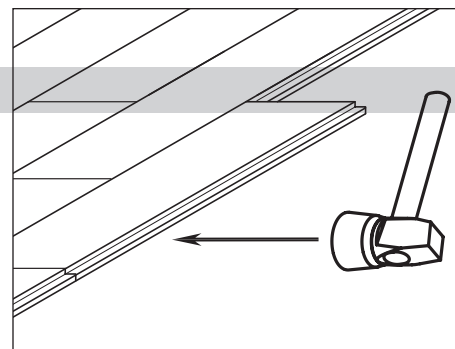

Figure 20 - « Enclencher » la languette dans la rainure.
MONTER LE PARQUET (VOIR FIGURES 20 ET 21)
- Utiliser l'extrémité de caoutchouc du maillet pour « sortir » la languette dans la rainure (voir Figure 20).